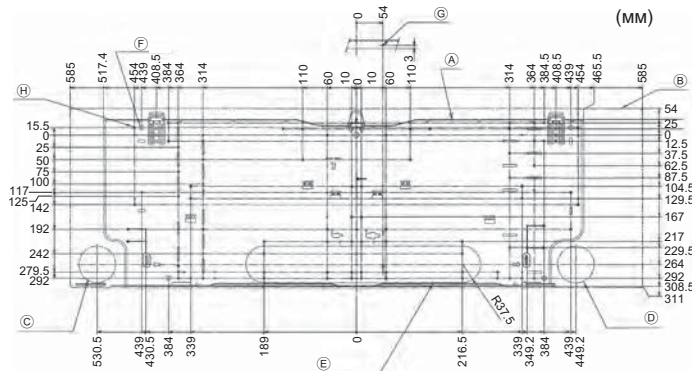

Рис. 3-2
■ PKFY-P-VKM-E (Рис. 3-2)
- Ⓐ Монтажная плита ①